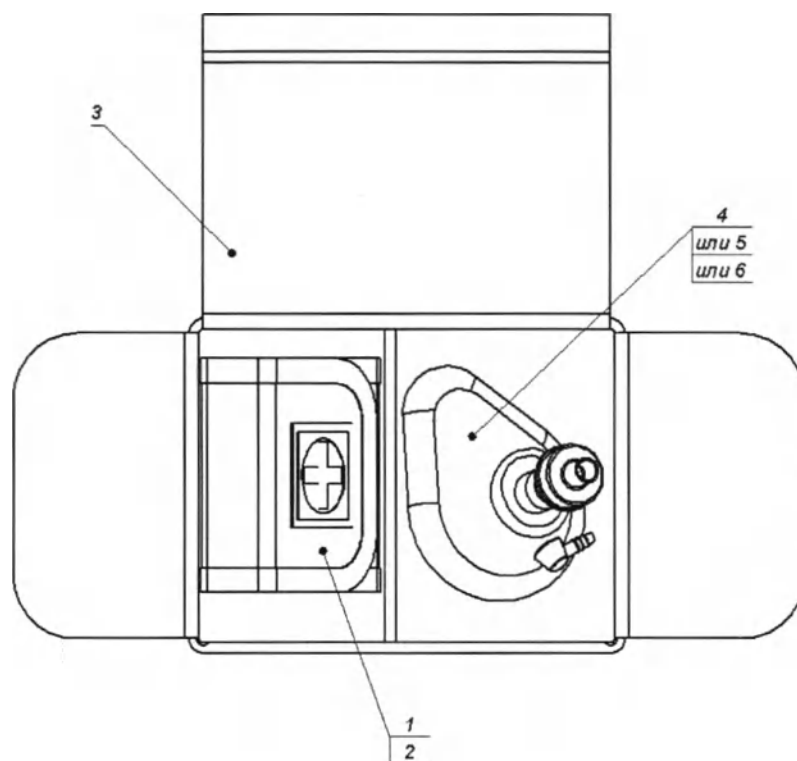

Рисунок 2 – Исполнение прибора «ПР-01ПП»-02
1.8.1.2 Исполнение прибор «ПР-01ПП»-02 (рис. 2).